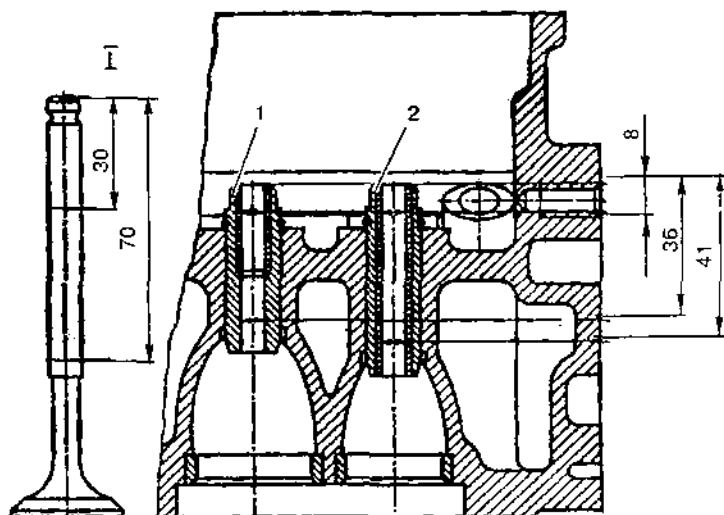

Рис. 2.13.1. Схема замера:
4. При отсутствии обгара или облома направляющих втулок клапана замерить внутренний диаметр согласно схеме на рис. 2.13.1. Измерение производится в двух направлениях: параллельно и перпендикулярно оси головки цилиндров.